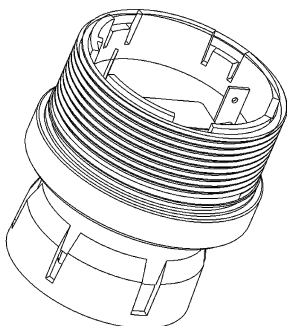

Fig. 14 Sensor en weerbeschermkap
- (1) Schroef de sensoreenheid uit de onderkant van de ULTIMA X[®]-series gasdetectietransmitter [→ Afb. 14].
- (2) Bepaal welk type sensor nodig is.
- (3) Vervang de sensoreenheid.